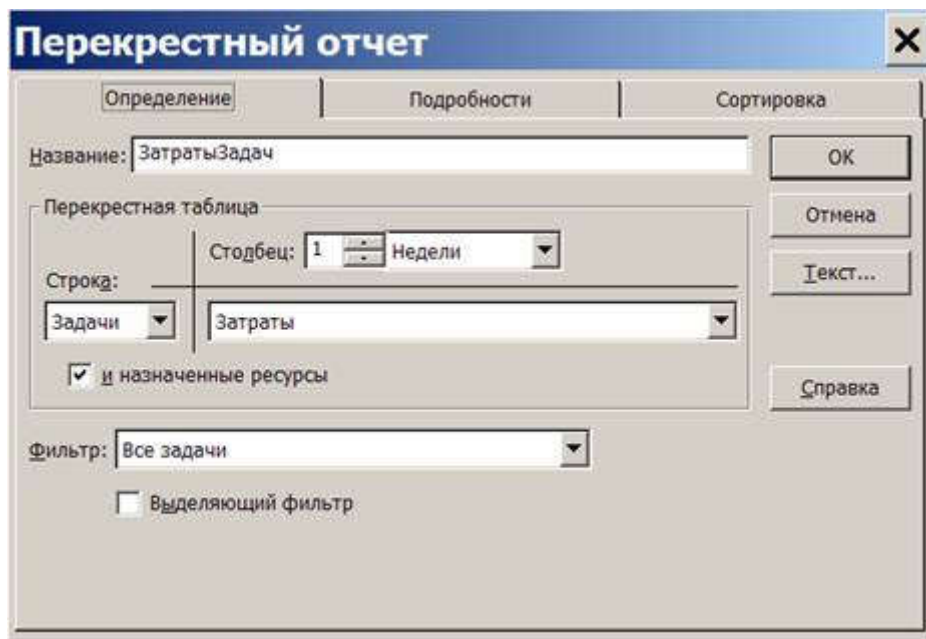

Рис. 9.14. Параметры создаваемого отчета
5. Заполнить окно свойств отчета в соответствии с изображением на рис. 9.14. *Ok*.